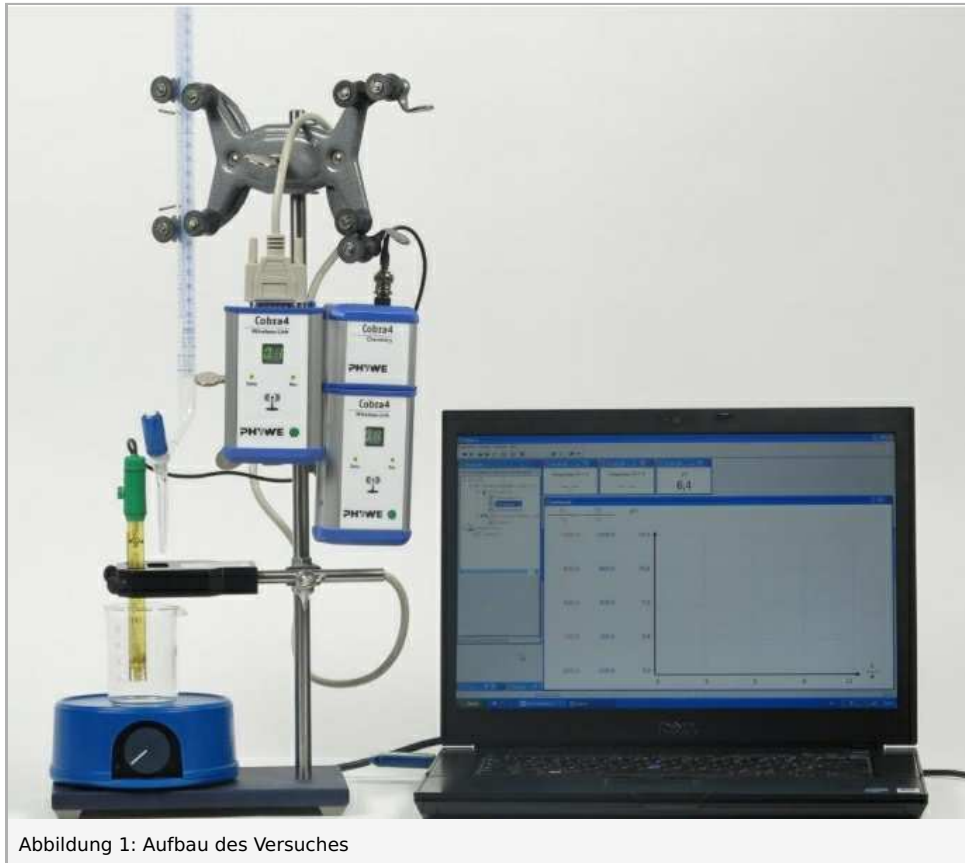

Abbildung 1: Aufbau des Versuches
- Der Versuch wird nach Abbildung 1 aufgebaut. Das bedeutet, dass sowohl der Drop-counter als auch die pH-Sonde über jeweils einen Wireless-Link und einen Wireless-Manager mit dem Computer verbunden werden. Das Becherglas wird auf dem Magnetrührer positioniert und alles so aufgestellt, dass sowohl die pH-Sonde als auch die Bürettenspitze durch den Tropenzähler in das Becherglas zielen.